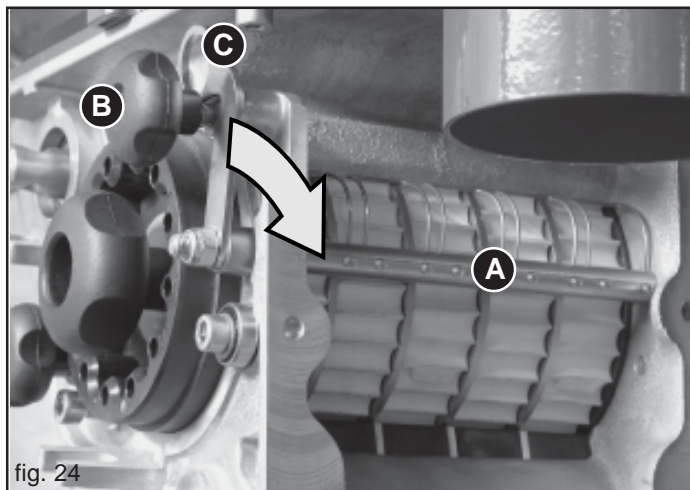

fig. 24
Los elementos limpiadores elásticos (A, Fig. 24) se utilizan durante la distribución de las semillas oleosas por medio del rodillo de siembra amarillo *mod. F25-125*.
... aflojar el pomo (B, Fig. 24), extraer las palancas (C) del propio asiento en el sentido de la flecha.
- 1) Aflojar y quitar el pomo (B, Fig. 24) y desplazar la palanca (C) en el sentido de la flecha.